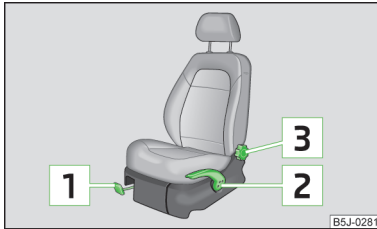

Abb. 35
- › Den Hebel  » Abb. 35 nach oben ziehen und dabei den Sitz in die gewünschte Position schieben.
- › Möchte man den Sitz anheben, den Hebel  » Abb. 35 nach oben ziehen bzw. pumpen.
- › Die Sitzlehne entlasten (sich nicht anlehnen) und das Handrad  » Abb. 35 drehen, um die gewünschte Lehnenneigung einzustellen. ■